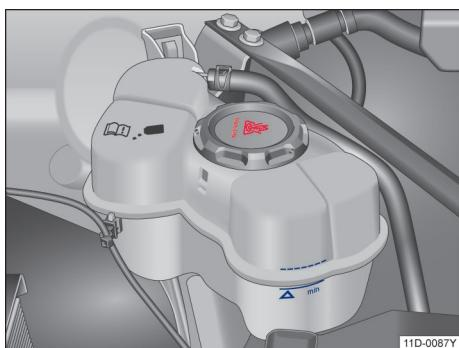

图 164 冷却液补偿容器上的液位标记
- 电驱动装置处于冷态时检查冷却液液位是否处在补偿容器侧面的标记范围内。**→ 图 164**